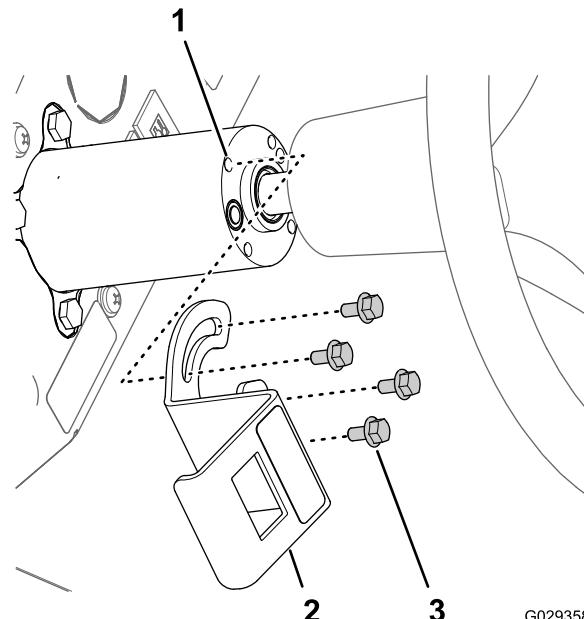

Figura 25
- Allineate le scanalature delle staffe di montaggio dell'interruttore di COMANDO DELLA SCHIUMA ai 4 inserti filettati sul piantone dello sterzo (Figura 25).
- Allineate il connettore a 8 prese attraverso l'apertura della staffa e collegate il connettore ai pin (Figura 25) sul retro dell'interruttore a paletta a 3 posizioni (interruttore del COMANDO DELLA SCHIUMA).